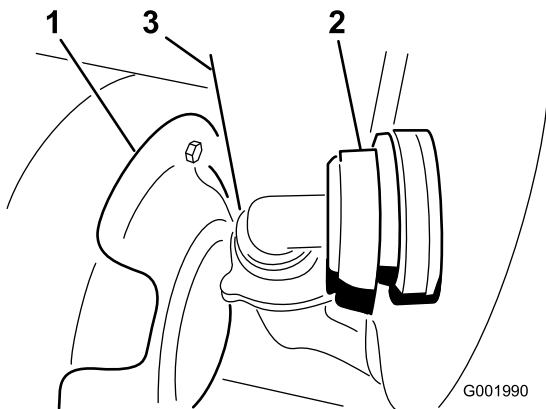

Figure 55
3. Débranchez le flexible situé sur la face avant inférieure de la cuve (Figure 55).
Remarque: Il faudra éventuellement pousser le déflecteur de chaleur (Figure 55) en arrière pour déposer le couvercle.
7. Branchez le flexible à l'avant de la cuve (Figure 55).